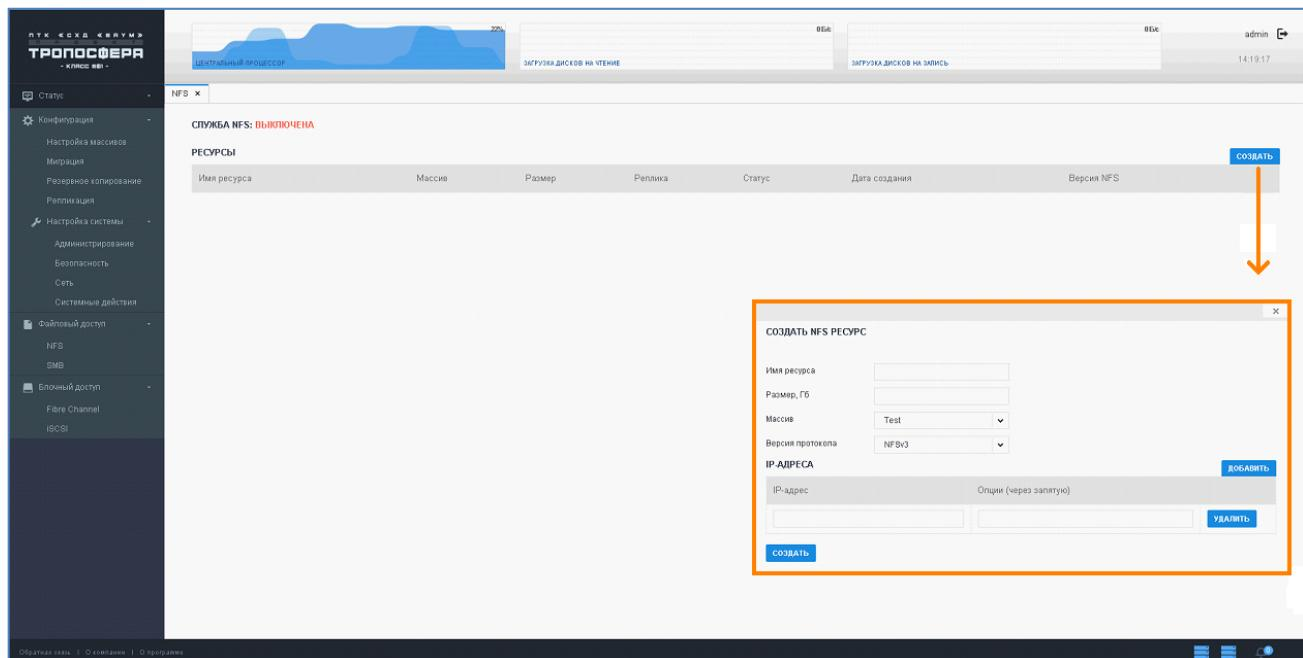

Рисунок 28 - Виртуальный ресурс по протоколу NFS
- 1) Перейдите на вкладку «NFS» [выберите «Файловый доступ» → «NFS»] (Рисунок 28).